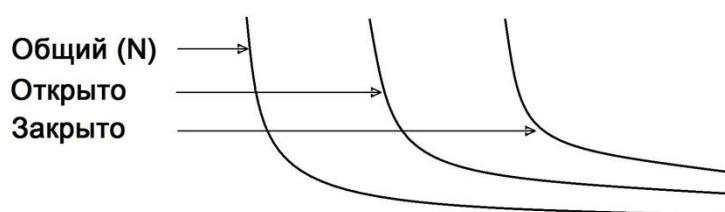

Рисунок 5.
- Подключение автоматического дренажного клапана производится согласно (см. рисунок 5) и вложенной инструкции завода изготовителя клапана.